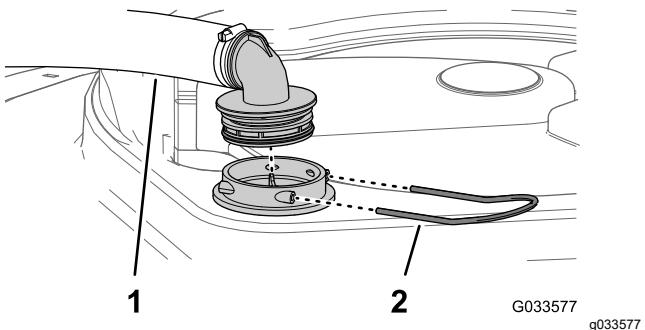

Рисунок 28
2. В верхней части бака опрыскивателя снимите держатель, который крепит шланговый штуцер, подсоединеный к большому шлангу, идущему от корпуса фильтра (Рисунок 28).
3. Отсоедините шланг и шланговый штуцер от корпуса фильтра (Рисунок 28).